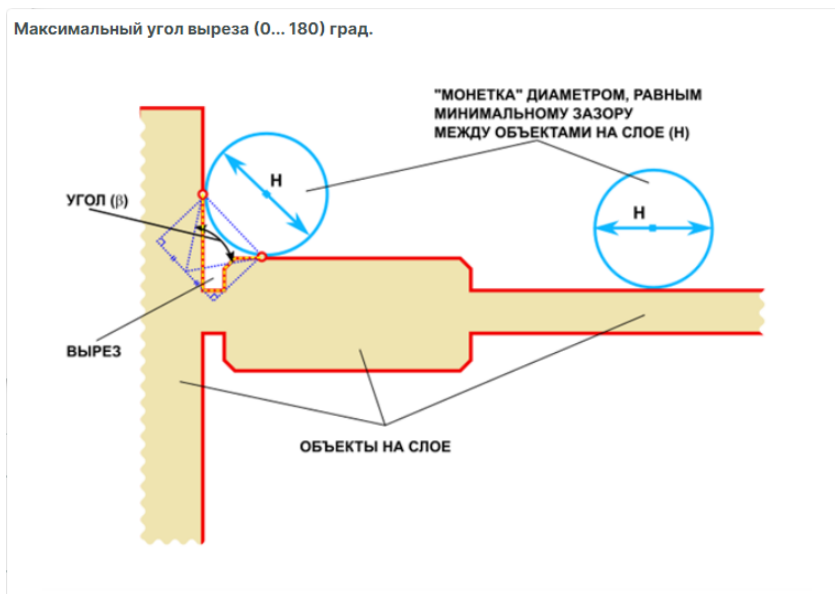

Рис. 675 Максимальный угол выреза
- максимального заданного угла выреза (0° – 180°) между всеми элементами, расположенными на выбранных слоях печатной платы, см. Рис. 675;